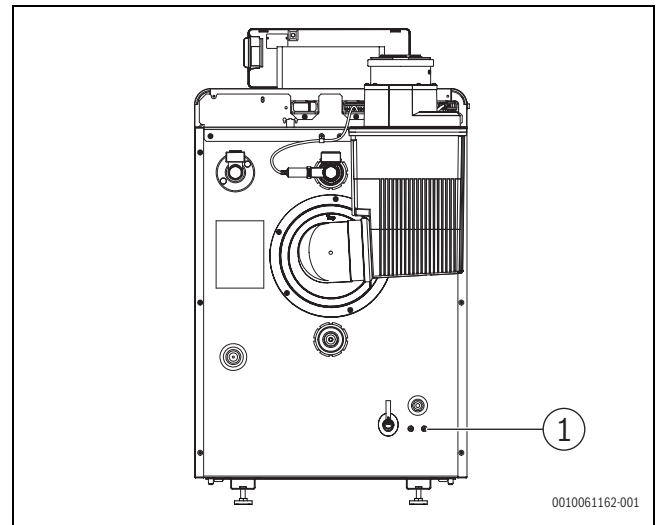

Bild 33 Schrauben an der Kesselrückwand
- ▶ 2 Schrauben (→ Bild 33, [1]) an der Kesselrückwand entfernen.